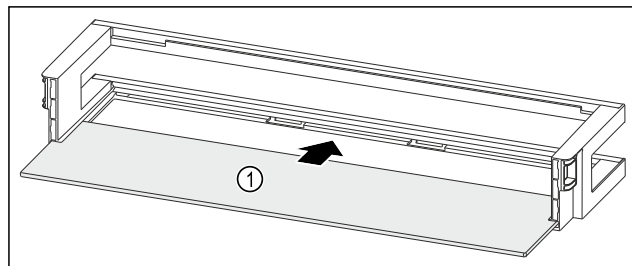

Fig. 94 Ajtópolc tárolólappal
- ▶ Tolja be a tárolólapot Fig. 94 (1) az oldalsó mélyedésekbe.